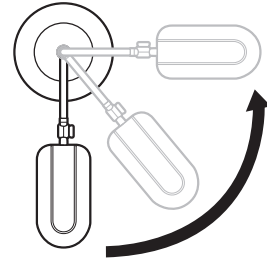

Fig. 4
2. Pour tourner la tête de la lampe vers la droite ou la gauche, désérrez le collet et tournez le bras de la lampe à la position désirée. Sérrez le collet. Le bras de la lampe tourne 360° complet. (Fig. 4).